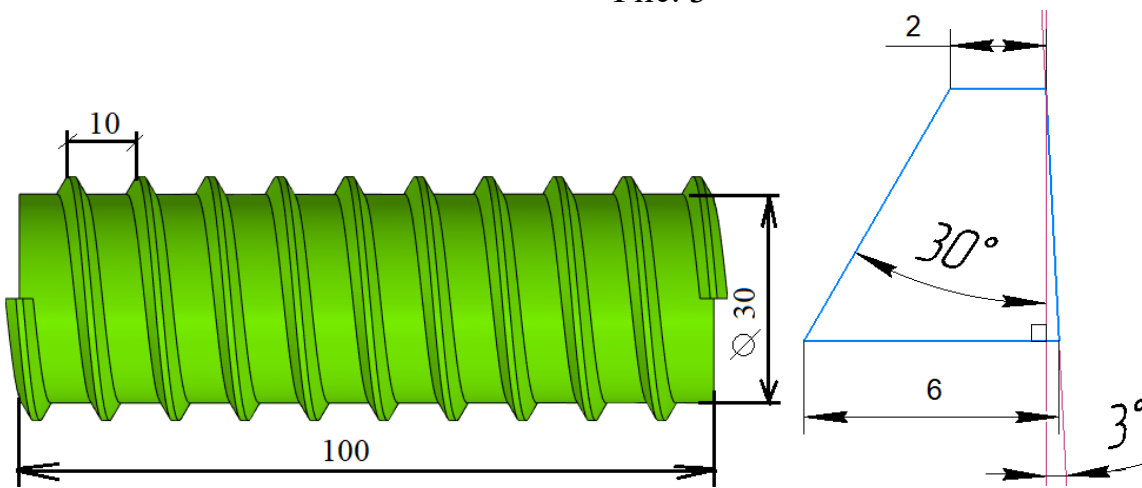

Рис. 4
Для обработки детали привода КИМ на фрезерном обрабатывающем центре ее заготовка (1) крепится в специальном зажимном устройстве с пневматическим приводом. Зажим заготовки осуществляется путем ее прижима с помощью рычага (3) к опоре (2). Рычаг приводится в движение с помощью пневматического цилиндра круглого сечения, имеющего шток (4) и поршень (5). Сжатый воздух подается только в штоковую полость. Длины плеч рычага $A=66$ мм и $B=42$ мм показаны на рис. 4. Требуется определить, какая сила F будет приложена к заготовке, если известен диаметр поршня пневмоцилиндра $D=40$ мм, диаметр штока $d=14$ мм, а давление воздуха в пневмоцилиндре составляет $p=0,4$ МПа. КПД рычажного механизма $\eta=0,95$.